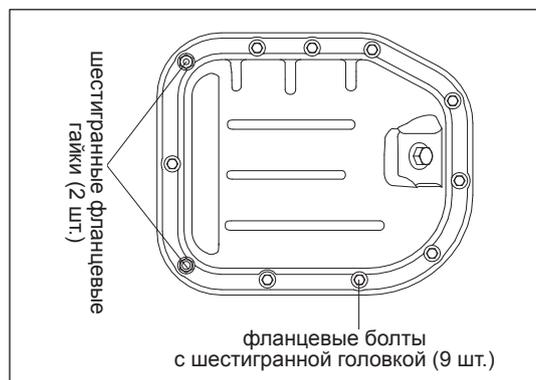

Рис. 11-3-8. Установка масляного поддона
- в) Закрепить масляный поддон на нижней части блока цилиндров с помощью 9 фланцевых болтов (М6×12) и 2 фланцевых гаек (М6), как изображено на рис. 11-3-8.